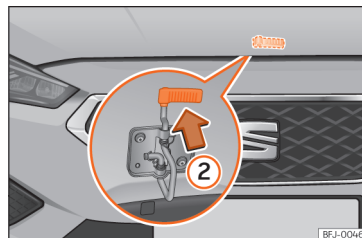

Abb. 240 Hebel unter der Motorraumklappe.
- Zum Anheben der Motorraumklappe drücken Sie den Hebel unterhalb der Motorhaube nach oben »» **Abb. 240 ②**. Dabei wird der Fanghaken entriegelt.